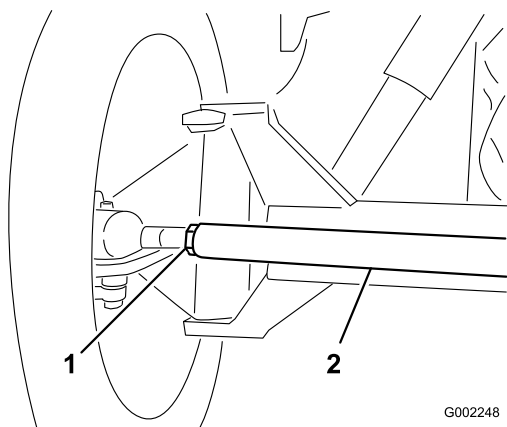

图 90
3. 如果测量值超出规定的范围、请松开横拉杆两端的锁紧螺母 图 90。